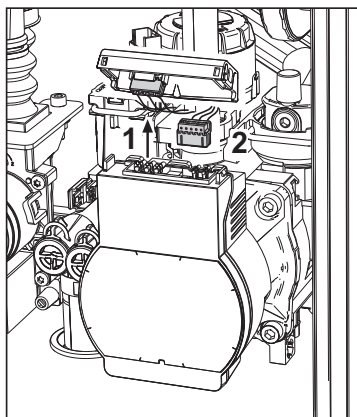

рис. 38
- Отключите электропитание циркуляционного насоса, высвободив соединения путем поднятия детали “1” на рис. 38.